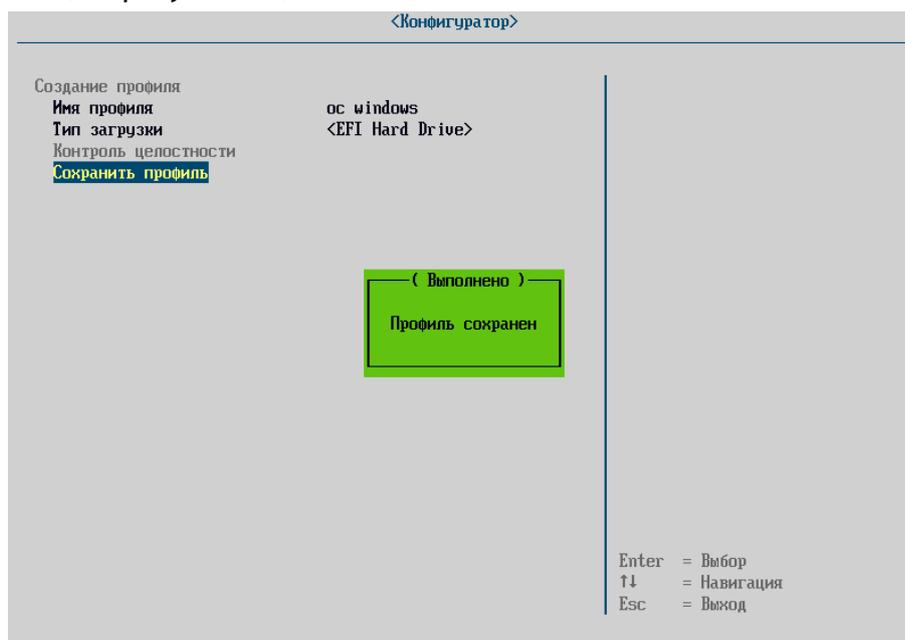

Рисунок 116 – Сохранение профиля загрузки
- перейдите в пункт «Панель управления» → «Конфигуратор» → «Добавить профиль», задайте имя профиля, тип «EFI Hard Drive» и сохраните профиль (см. рисунок 116).